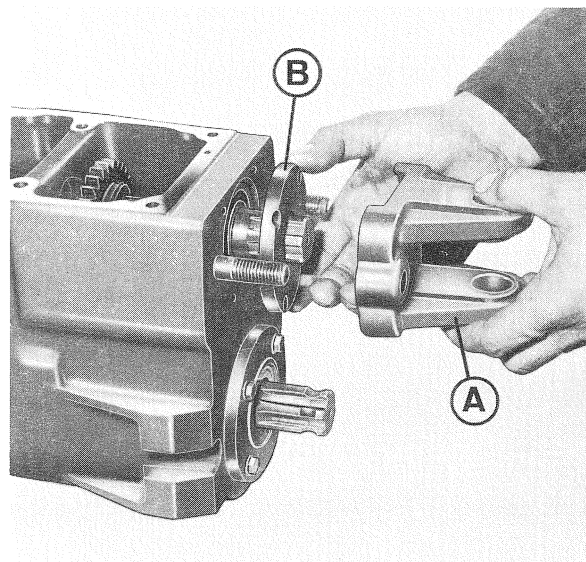

Fig. 10
- 1) Smontare il gancio di traino **A** e il coperchio presa di forza **B** (vedi fig. 10).